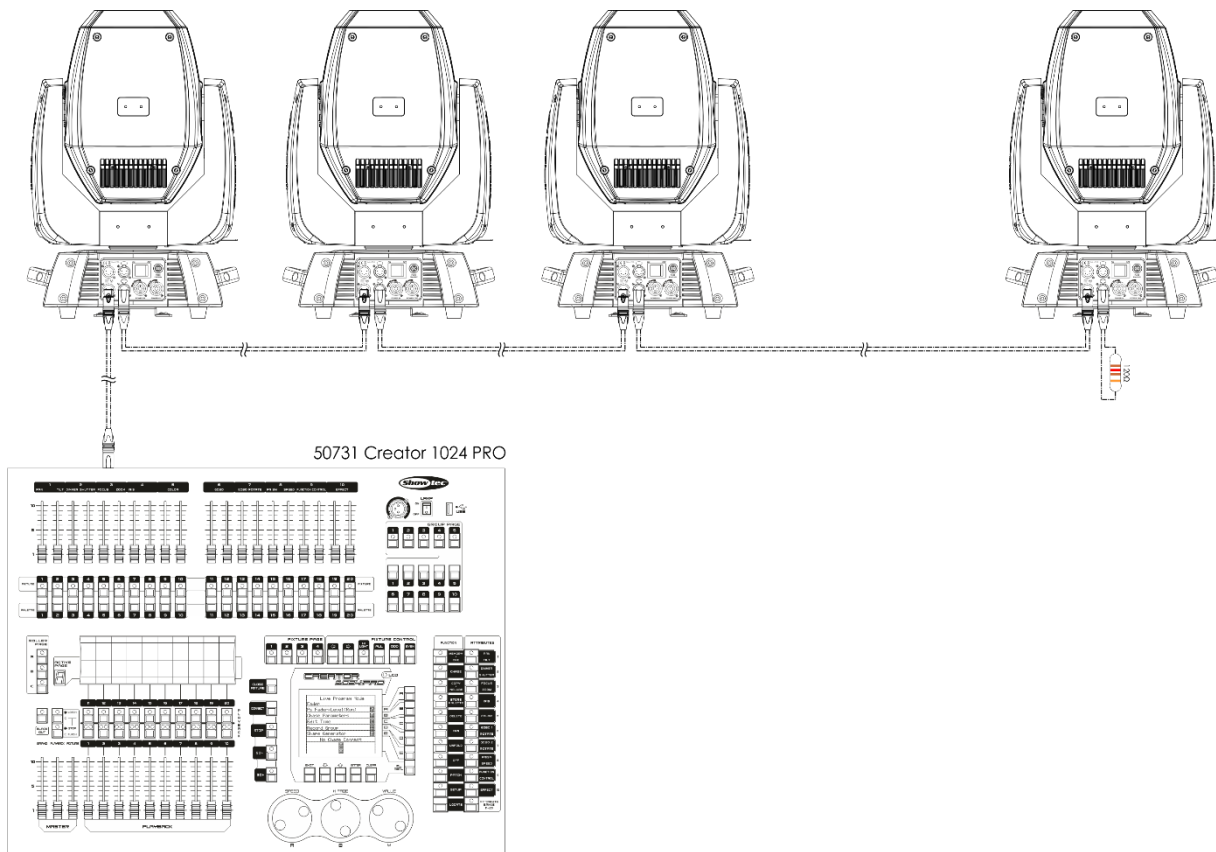

Abb. 04
- 05) Verbinden Sie die Geräte wie in Abb. 04 abgebildet. Verwenden Sie ein DMX-Datenkabel, um den Ausgang (OUT) des ersten Geräts mit dem Eingang (IN) des zweiten Geräts zu verbinden. Wiederholen Sie diesen Vorgang, um das zweite, dritte und vierte Gerät ebenfalls zu verbinden.